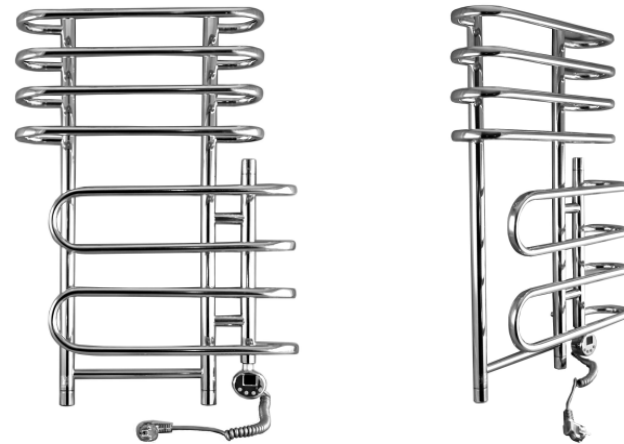

Рис.5
3.1 Комбинированный полотенцесушитель КАСКАД (Рис.5) является электрическим прибором, и как всякий прибор, его необходимо оберегать от ударов, повреждений подводящего электрического кабеля и прямого подания влаги, пыли и веществ, разрушающих изоляцию кабеля.